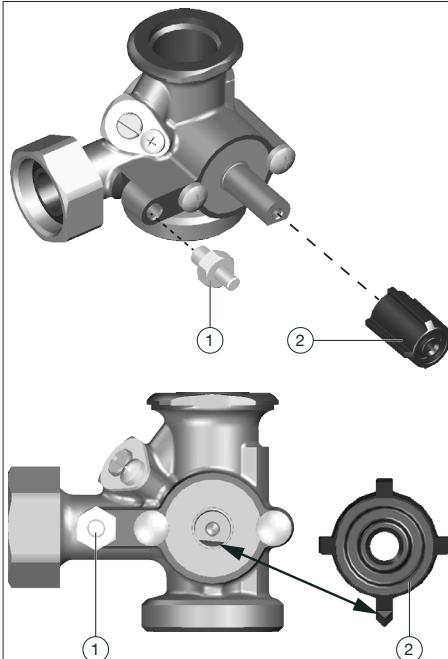

Рис. 3: Установка
- Проверьте положение вентильной вставки смесителя. Ее плоская сторона должна указывать вниз и быть выровнена по горизонтали (см. рис. Рис. 3 на стр. 45). В этом положении вставка перекрывает подающую линию.
- Прилагаемый к сервомотору адаптер (поз. 2, рис. Рис. 1 на стр. 43) надеть на вентильную вставку смесителя. Убедитесь, что заострение ребра адаптера направлено вниз (см. рис. Рис. 3 на стр. 45).
- Стопор вращения (поз. 1, рис. Рис. 1 на стр. 43) закрутить на корпусе смесителя (см. рис. Рис. 3 на стр. 45).